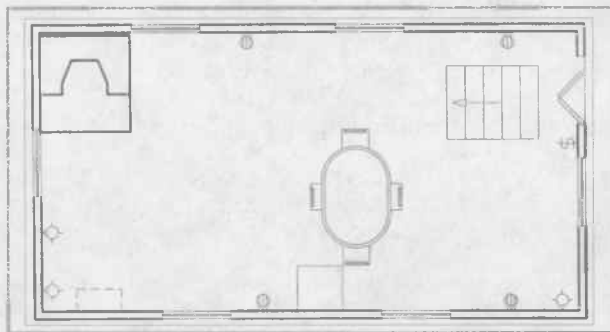

Рис. 71. План приміщення (вигляд зверху)
3. У рядку «Опції», «Установка кольорів плану» обирають кольори елементів приміщення (рис. 71).